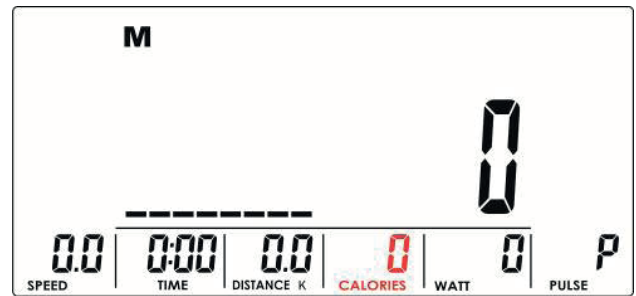

Abbildung 22
3. Umfassen Sie während der Messung beide Handpulsensoren. Sobald die Konsole den Puls erfasst, zeigt der LCD Bildschirm === für acht Sekunden an (Abb. 22), bis die Messung beendet ist.